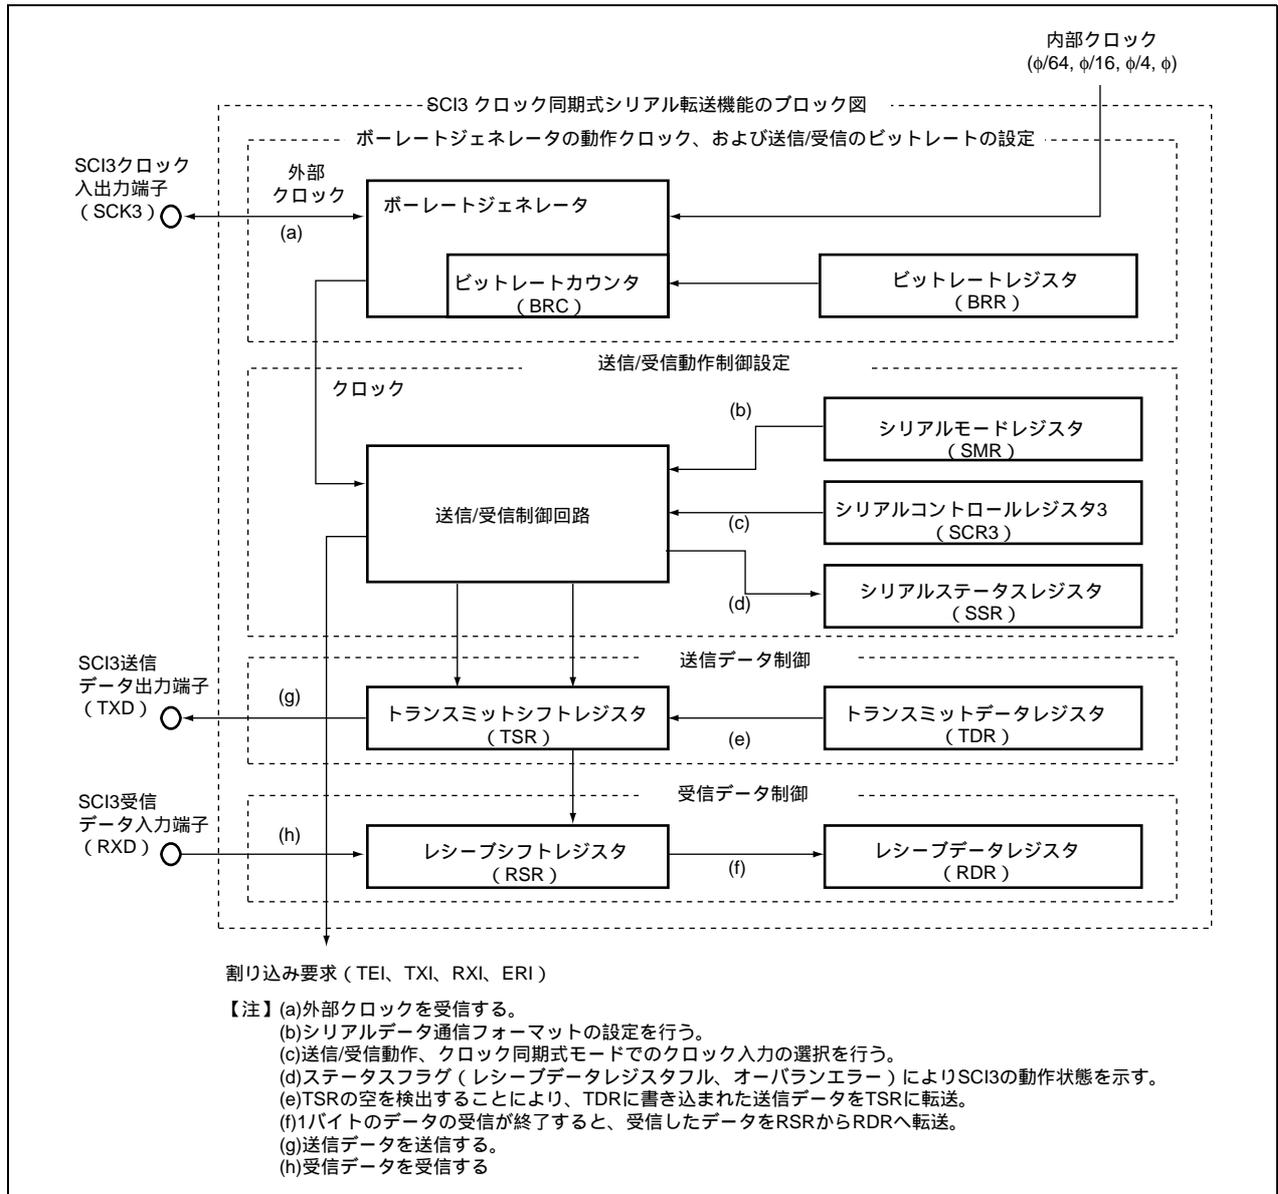

図 2.1 クロック同期式シリアルデータ受信のブロック図
1. 本タスク例では、シリアルコミュニケーションインタフェース (SCI : Serial Communication Interface) を使用して、クロック同期式のシリアルデータの受信を行いません。図 2.1 にクロック同期式シリアルデータ受信のブロック図を示します。以下にクロック同期式シリアルデータ受信のブロック図について説明します。